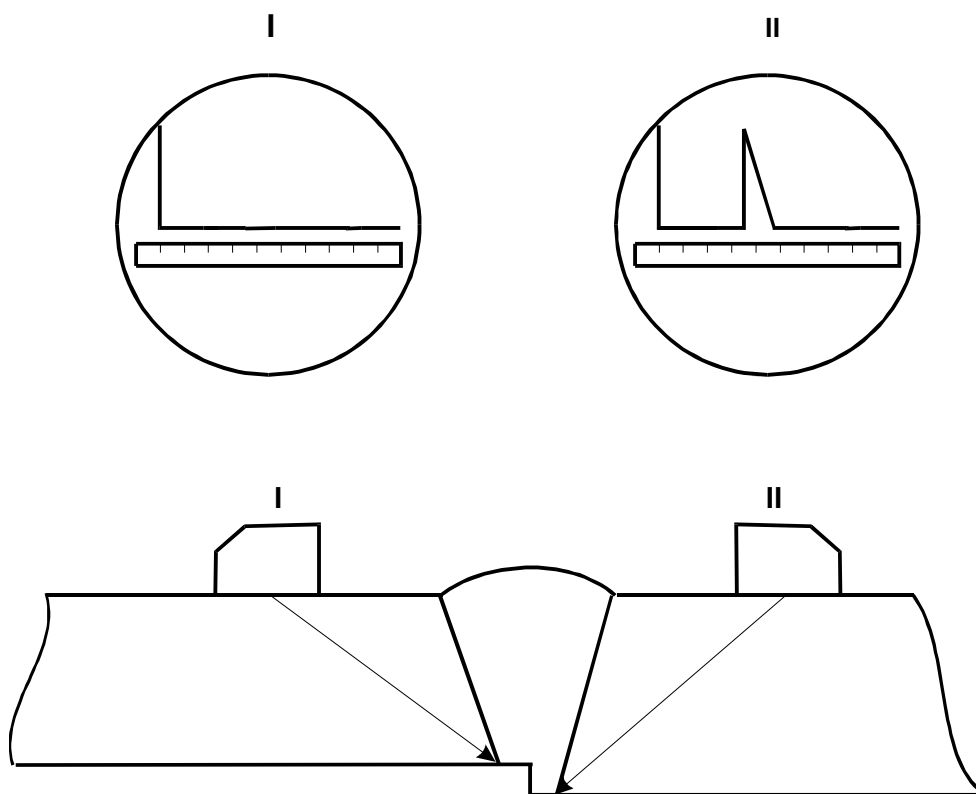

Рисунок 6.3
6.1.5 Смещение кромок стыкуемых элементов отличают от дефектов в корне шва по следующим признакам (рис. 6.3):